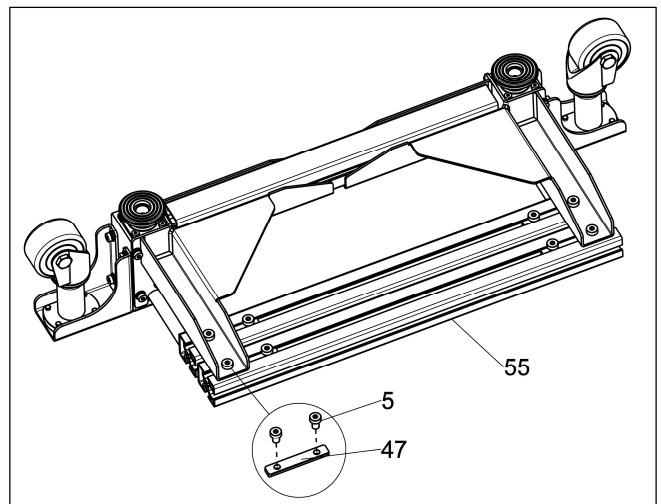

Abb.13
- Drehen Sie die hintere Konsoleneinheit "A" auf dem Boden um, lösen Sie die Schrauben "5" und entfernen Sie die langen Seitenholme "55" und die Sperrblöcke "47". (siehe **Abb.13**)